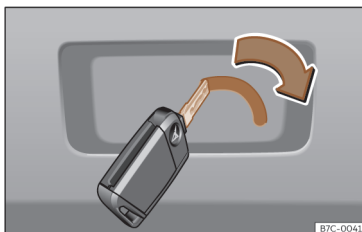

Fig. 59 Pormenor da bagageira: destrancagem de emergência.
- Introduza o palhetão da chave na ranhura e desloque a chave no sentido da seta até que a fechadura desbloqueie >>> **Fig. 59.**